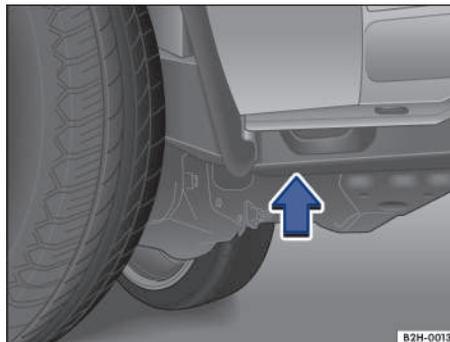
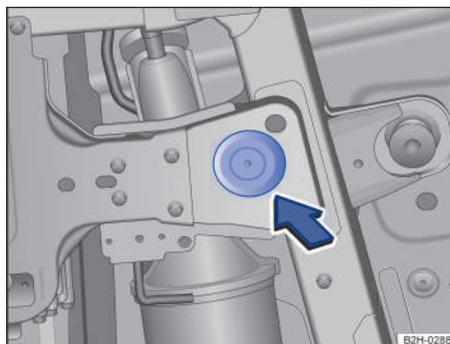
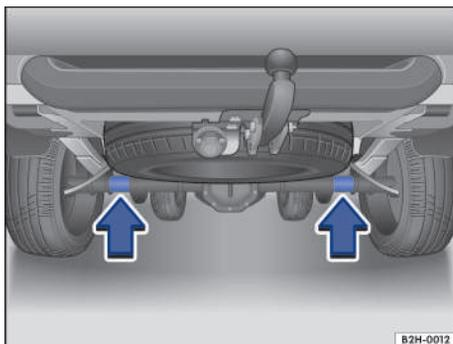

Fig. 205 Desde el lateral: punto de apoyo para el gato en la parte delantera.
Fig. 206 Desde abajo: punto de apoyo para el gato en la parte delantera.
Fig. 207 Puntos de apoyo para el gato en la parte trasera.
Coloque el gato únicamente en los puntos que se indican → fig. 205 (visto desde un lateral) o → fig. 206 (visto desde abajo).
Coloque el gato únicamente en los puntos de apoyo que se muestran → fig. 207 (flechas).
3. Busque en la parte delantera → fig. 205 o trasera → fig. 207 el punto de apoyo para el gato que esté más cerca de la rueda que haya que cambiar.